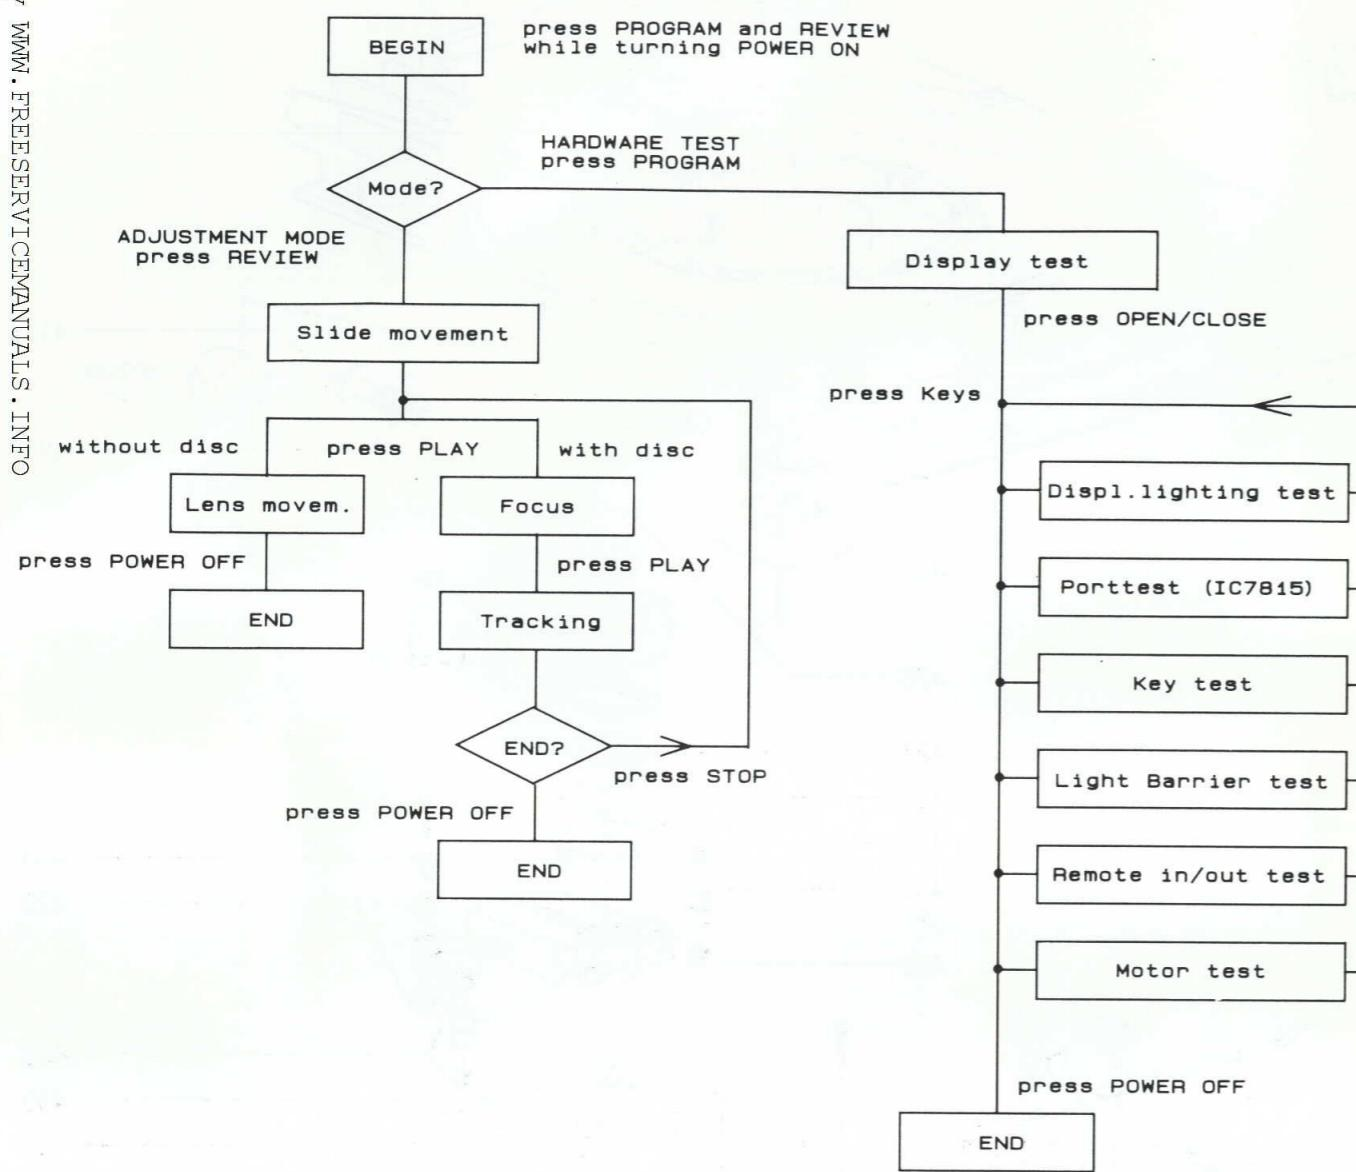

FIG. 1
2. Enlevez la partie supérieure du boîtier en tirant latéralement, puis en soulevant la partie supérieure du boîtier. Soulevez d'abord par l'arrière (Fig. 1)
2. Verwijder het bovengedeelte van de behuizing door dit bij de zijden los te trekken en door vervolgens de bovenzijde van de behuizing weg te tillen. Aan de achterzijde beginnen met optillen (zie Fig. 1).
- *) Check display as shown in Fig. 1.
Vérifiez l'afficheur comme indiqué à la Fig. 1.